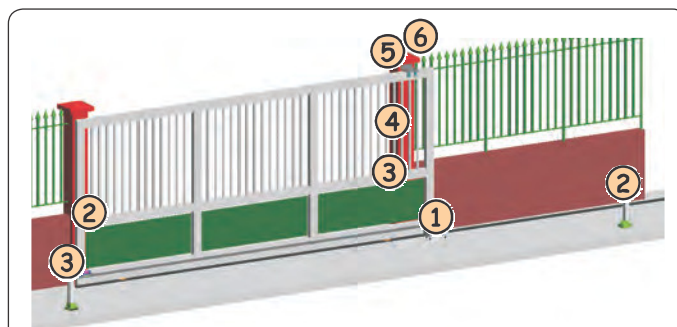

Fig. 3
5. Predisporre i cavi elettrici per il collegamento con gli accessori e l'alimentazione elettrica come da Fig. 3.